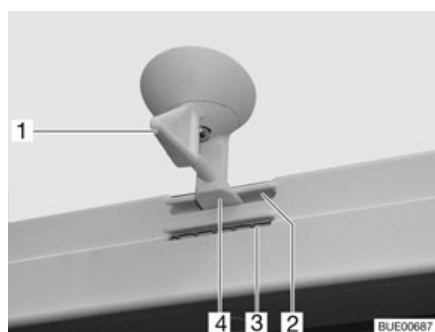
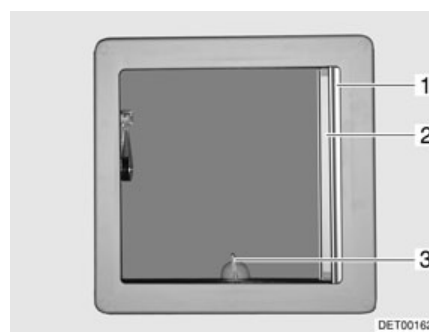

Fig. 66 Lanterneau basculant, dispositif de verrouillage
Fig. 67 Lanterneau basculant
- Tourner le levier (Fig. 66,1 ou Fig. 67,3) d'un quart de tour.
- Tourner le levier d'un quart de tour. Le dispositif de verrouillage (Fig. 66,4) doit pénétrer dans l'ouverture inférieure (Fig. 66,3).
- Tourner le levier d'un quart de tour. Le dispositif de verrouillage (Fig. 66,4) doit pénétrer dans l'ouverture supérieure (Fig. 66,2).
- Retirer le dispositif occultant plissé (Fig. 67,1) et le relâcher lorsqu'il a atteint la position voulue. Le dispositif occultant plissé reste alors à cette position.
- Tirer la moustiquaire (Fig. 67,2) jusqu'à ce que le dispositif de verrouillage s'enclenche dans la partie opposée.